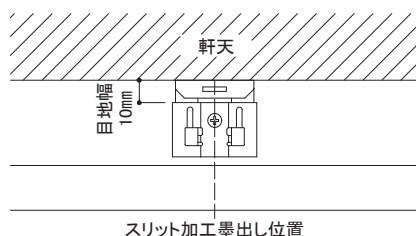

図6 採寸位置(立面図)
- ジョイントカッターにニチハ外装用カッター(FX100A)をセットし、刃出し量を20mm程度、COOL裏面から6.5mmの位置に調節し、スリット加工部用留付金具Ⅱの取り付け位置ごとにスリット加工を施してください。(図6、7参照)